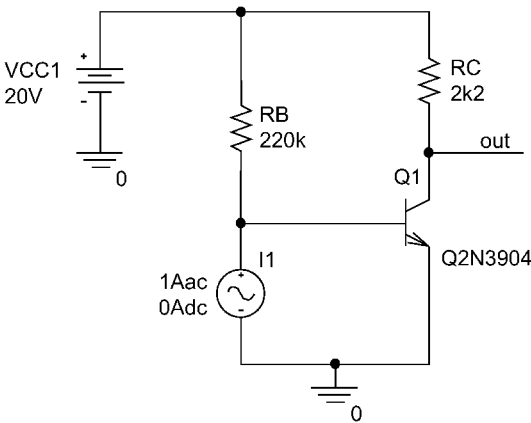

图 14.2 简单的晶体管放大电路
1. 绘制如图 14.2 所示的电路图。晶体管 Q2N3904 选自 bipolar 元器件库；电压源 V1 为交流源 V_{AC}，选自 source 元器件库。